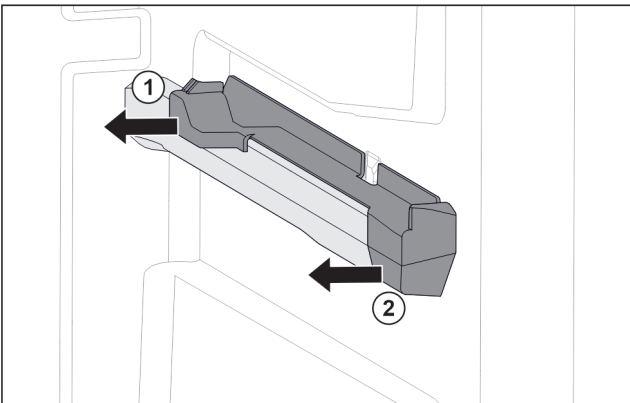

Fig. 28 Piesă de fixare pe nervura din dreapta a recipientului
- ▶ Scoateți piesa de fixare din spate în lateral. Fig. 28 (1)
- ▶ Scoateți piesa de fixare din față în lateral. Fig. 28 (2)